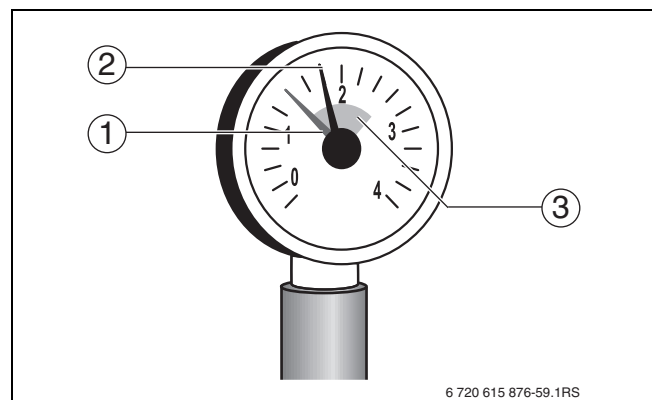

Bild 5 Manometer für geschlossene Anlagen
- ▶ Wenn der Betriebsdruck durch das Entlüften abfällt (siehe Einstellung roter Zeiger am Manometer → Bild 5, Seite 10), muss Wasser nachgefüllt werden.